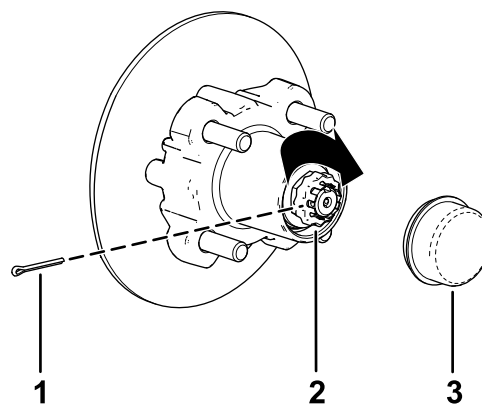

図 43
8. ナットの上からリテーナを取り付け、リテーナのスロットとスピンドルのスロットが整列しているかどうか確かめる 図 43。
9. コッターピンを取り付け、ピンの足をリテーナに巻き付けるように曲げる 図 43。
10. ハブにダストキャップを取り付ける 図 43。